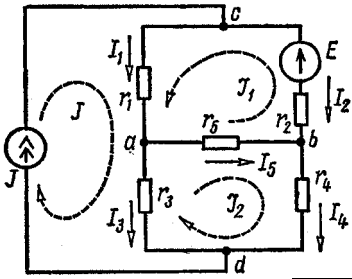

рис. 7
8. Цепь рис.7 содержит источник то-